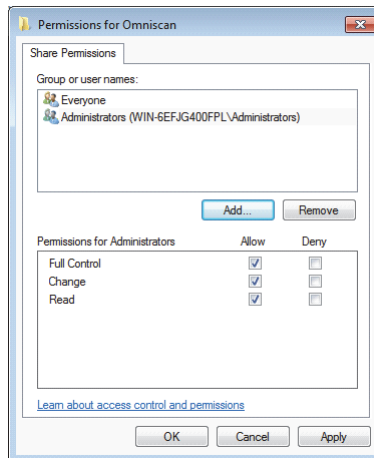

Figura 7-31 Cuadro de diálogo Permissions for Omnican (Windows 7)
10. En el cuadro de diálogo **Permissions for Omnican** (Permisos para el OmniScan), haga clic en el botón **Add** (Agregar). Véase la Figura 7-31 en la página 240.